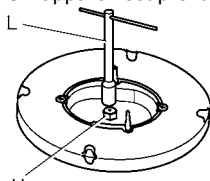

Fig. 8
- Avec une clé droite L, dévisser l'injecteur U (fig. 8) et la remplacer par l'injecteurs adéquate.